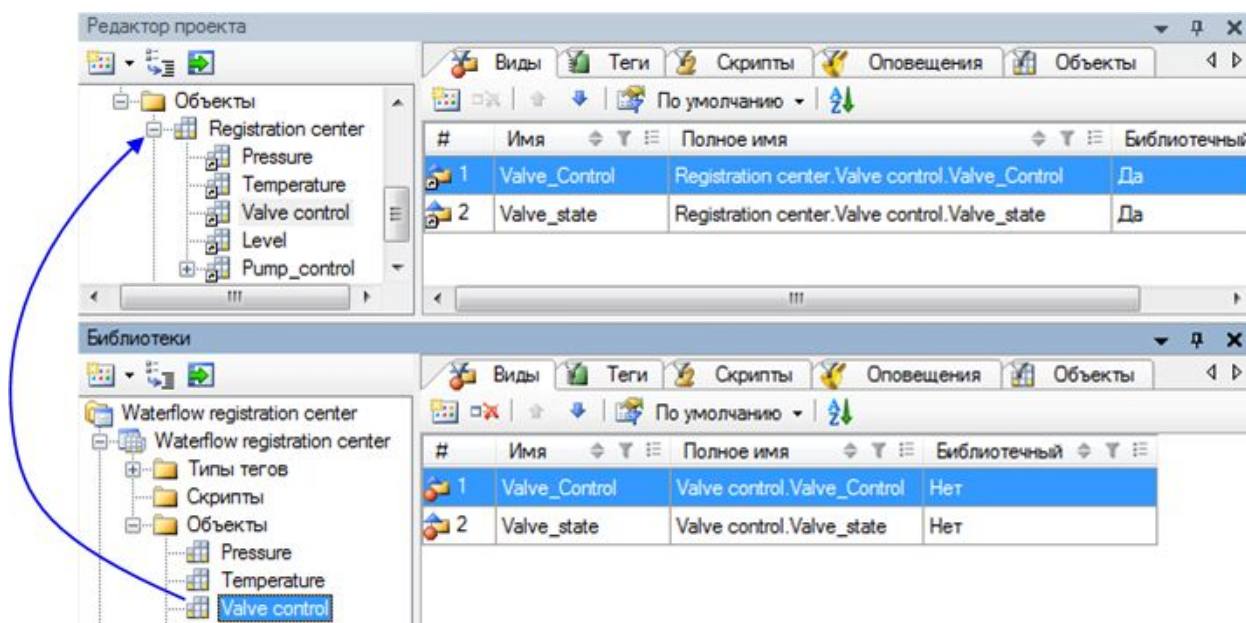

Рисунок 2.9 – Создание объектов из библиотеки
- 2 Для изменения изображения кнопки (нажата/ отжата) задать в окне **Свойства** графического примитива анимацию **Простое преобразование** (рисунок 2.9, комментарий 2) на свойство **Инверсия границ** аргумента **T3** – текущее значение атрибута **Value** тега **Enable**
- 3 Для установки значения тега **Enable** (команда **Открыть задвижку**) задать в окне **Свойства** графического примитива реакцию **Присвоить значение** (рисунок 2.9, комментарий 3) на событие **Нажатие левой кнопки**.
Самым простым и быстрым способом создания объектов автоматизированной системы является копирование объектов из библиотеки. Для этого следует (рисунок 2.9):
Значение **Да** свойства **Библиотечный** (рисунок 2.9) показывает, что вид данного объекта можно изменять путем изменения этого вида у библиотечного «объекта-родителя».